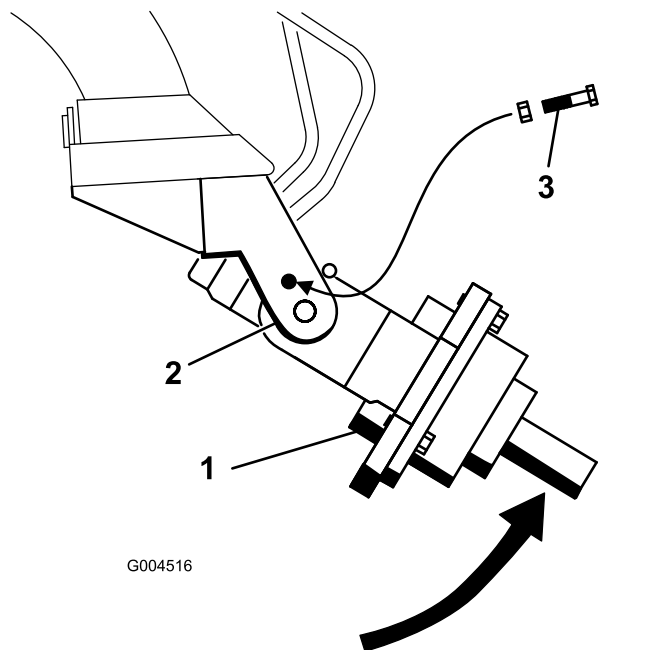

Bild 5
5. Drehen Sie den Antriebskopf für den Erdbohrer manuell nach oben, bis Sie eine Schraube ($\frac{1}{2}$ " x $2\frac{1}{2}$ ") in das Loch am Wiegearm schieben und den Antriebskopf befestigen können. Ziehen Sie die Schraube leicht mit einer Mutter ($\frac{1}{2}$ ") an, wie in **Bild 5** abgebildet.
3. Drehen Sie den Antriebskopf für den Erdbohrer manuell nach oben, bis Sie eine Schraube (1/2" x 2-1/2") in das Loch am Wiegearm schieben und den Antriebskopf befestigen können. Ziehen Sie die Schraube leicht mit einer Mutter (1/2") an, wie in Bild 5 abgebildet.